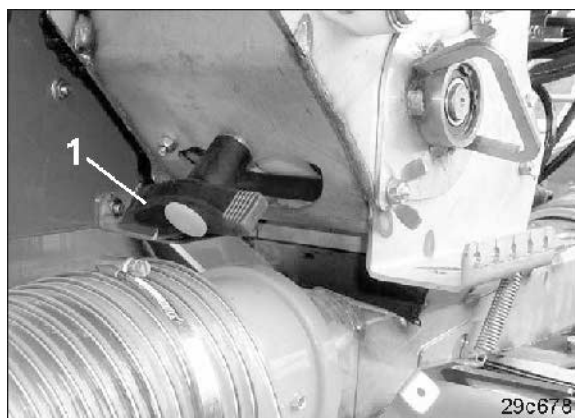

Рис. 88
4. Откройте клапан для выгрузки остатков повернув рукоятку (Рис. 88/1).
7. Закройте клапан для выгрузки остатков (Рис. 88/1) и закрепите лоток в транспортном креплении.